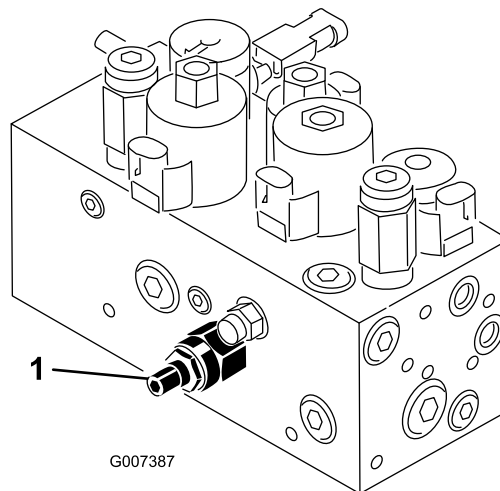

図 48
本機のカッティングユニット昇降回路にはフローコントロールバルブ図 48がついています。このバルブは、工場で所定の設定をされていますが、油圧オイルの作動温度の違い、刈り込み速度の違い、使用しているアタッチメントの違いなどにより、調整が必要になる場合がありますもし調整が必要になったら、以下の手順で行ってください。
1. 運転席を上げ、センター・プルフレーム用フローコントロールバルブ図 48を露出させる。バルブは油圧マニホールドの側面についている。